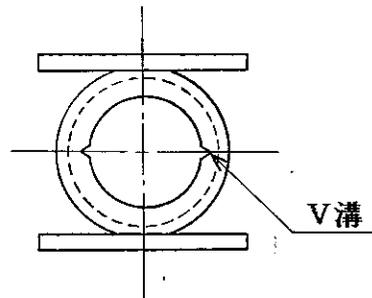

図1
- c. 下部六角ナット ③② をゆるめ、下部押さえ ③③ を取り外すと、ゴムスリーブ ②⑤ フランジ ③④ ステーパールト ②⑨ ガイド押さえ ②⑧ 割りリング ③① 六角ナット ②⑥ ②⑦ が一体となって取り出せます。
- d. 次に六角ナット ②⑥ ②⑦ をゆるめるとフランジ ③④ が自由になり割りリング ③① が取り出せます。
- e. 最後にゴムスリーブ ②⑤ よりフランジ ③④ を抜き出します。
- g. ゴムスリーブはV溝が（図1）の状態になるように組立願います。